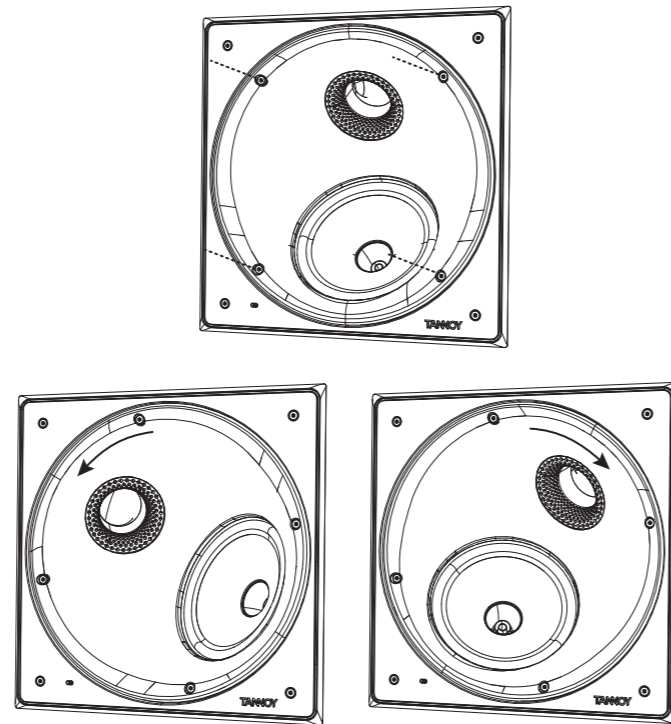

Fig. 9. Rotating the baffle assembly
2. Odkręć cztery śruby, jak pokazano, ale tylko na tyle, aby umożliwić obrót do żądanej pozycji (rys. 9).